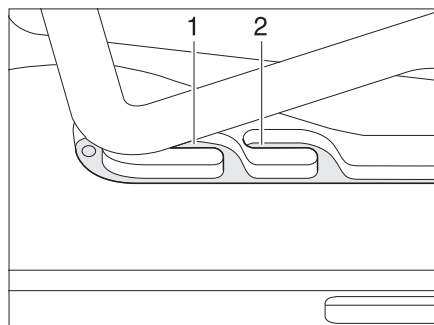
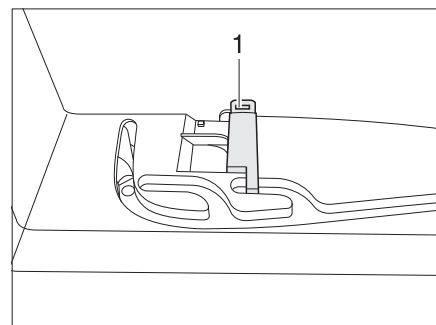

Fig. 49 Lanterneau Heki en position de ventilation
Fig. 50 Verrouillage position de ventilation
Il est possible d'amener le lanterneau Heki en deux positions de ventilation : Position pour mauvais temps (Fig. 49,1) et position intermédiaire (Fig. 49,2). Suivant le modèle, il est possible de verrouiller le lanterneau en position intermédiaire avec le verrou (Fig. 50,1).
- Pousser légèrement l'étrier vers le haut, le pousser dans la glissière choisie (Fig. 49,1 ou 2) et le verrouiller si nécessaire.